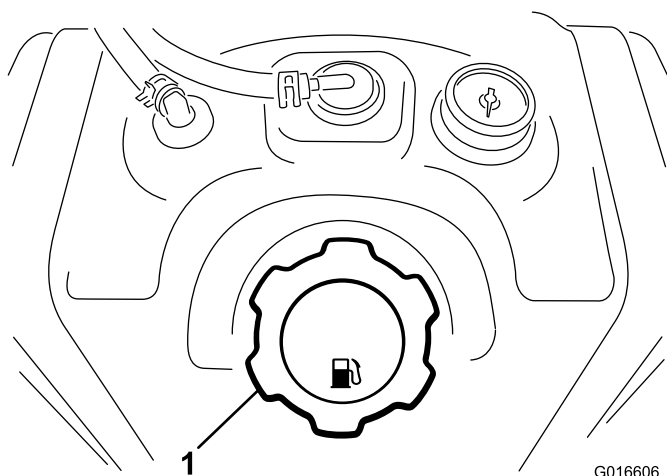

Figura 7
3. Limpie alrededor del tapón del depósito de combustible y retire el tapón (Figura 7).